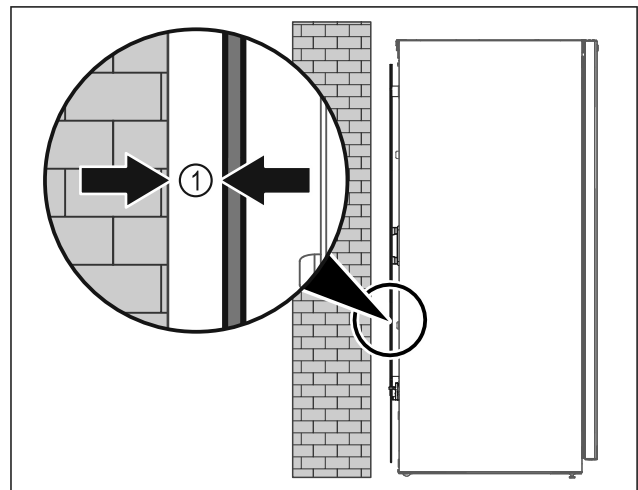

Fig. 10
- ▶ Поставити пристрій в приміщенні окремо або безпосередньо до стіни на відстані 5 мм Fig. 10 (1).